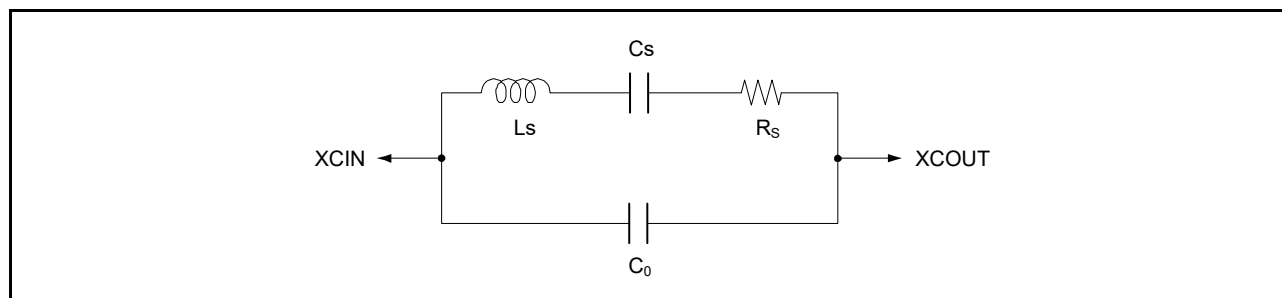

図 9.8 水晶振動子の等価回路
32.768kHz 水晶振動子の等価回路を**図 9.8** に示します。水晶振動子は**表 9.6** に示す特性のものを使用してください。